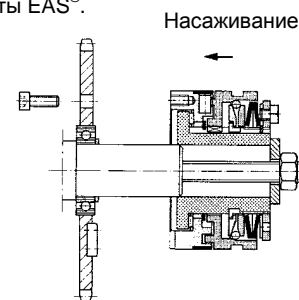
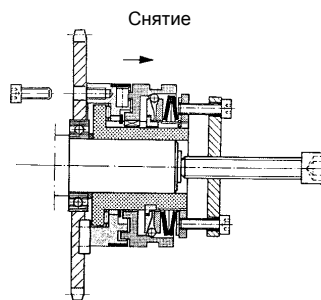

Рисунок 3
Рисунок 6
Затем с помощью приспособления муфта насаживается на вал. При фланцевом варианте исполнения EAS® сначала на валу монтируется приводной элемент с опорой, затем на вал насаживается муфта и соединяется винтами с приводным элементом (рисунок 3). При работе в режиме ударов и вибрации необходимо между приводным элементом и прижимным фланцем (2) дополнительно установить поперечную призматическую шпонку (рисунок 6).
Для снятия муфты пользуйтесь, в зависимости от положения установки, резьбовыми отверстиями либо в регулировочной гайке (8.1), либо в прижимном фланце (2). При фланцевом варианте исполнения муфты EAS® перед снятием необходимо открутить приводной элемент от прижимного фланца (2) (рисунок 6).